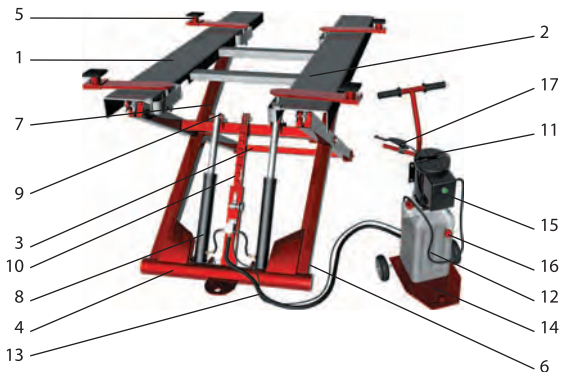

Рисунок 2 – Устройство изделия
2. Начните работу. При нажатии на блоке управления (рис. 2) кнопки подъёма «ПОДЪЁМ», запустится шестерёнчатый насос, подъёмник начнёт подниматься, и прервётся, если отпустить кнопку. При этом вращение ротора насоса должно происходить строго по часовой стрелке. Убедитесь, что направление вращения электродвигателя соответствует указанному на его табличке; в противном случае – поменяйте местами 2 фазы питания (все работы, связанные с электричеством, должны проводиться только квалифицированным электриком).